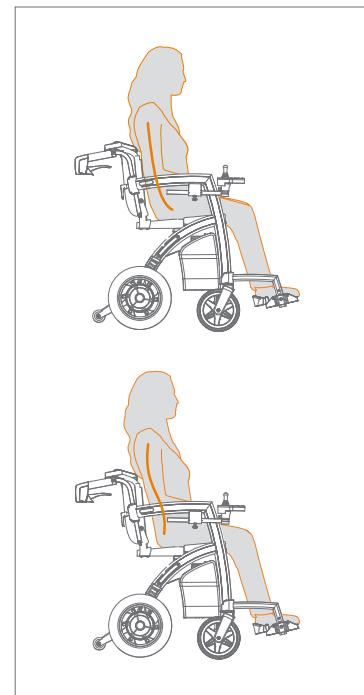

Abbildung 49: Vor (oben) und nach (unten) der Anpassung der Rückenriemen in die richtige Position.
- Überprüfen Sie, ob der Benutzer in einer bequemen und korrekten Sitzposition ist (**Abbildung 49**).